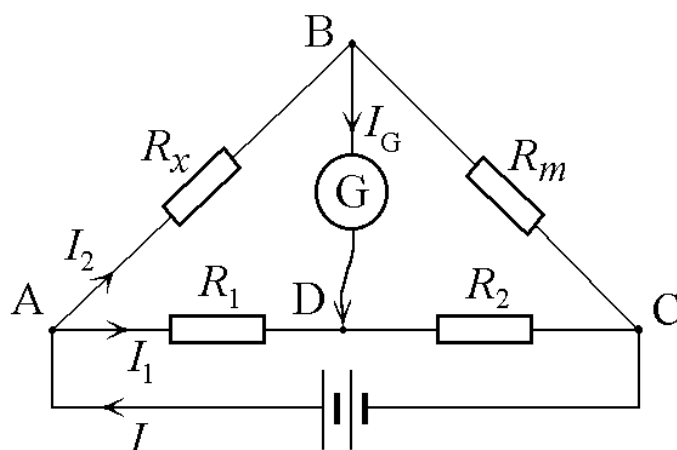

Рис. 2. Линейный мост Уитстона
В настоящей работе для измерения сопротивлений использован *линейный мост Уитстона*. Электрическая схема моста представлена на рис. 2. В мост включены: известное сопротивление R_m , неизвестное сопротивление R_x , реохорд или аналогичная система, имеющая однородный участок AC с постоянным по всей длине удельным сопротивлением.
1. Соберите схему, изображенную на рис. 2. В качестве неизвестного сопротивления R_x выберите произвольную струну из таблицы 1 (по указанию преподавателя). Резисторы с известным сопротивлением R_m в количестве 3-4 подбираются произвольно (предпочтительно использовать резисторы с сопротивлениями 1 Ом, 2 Ом, 5 Ом и 10 Ом).